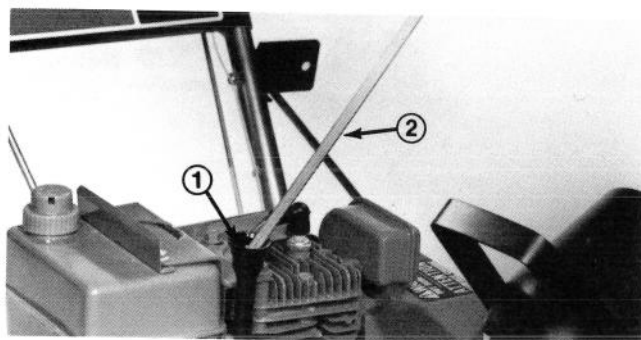

Abb. 14
3. Den Ölmesstab aus dem Kurbelgehäuse herausnehmen (Abb. 14).
4. 0,62 l SAE 5W30 oder SAE 10 Motoröl langsam in die Einfüllöffnung giessen (Abb. 14). Für den Motor ist hochwertiges HD Öl der API Klasse SC, SD oder SE zu verwenden.